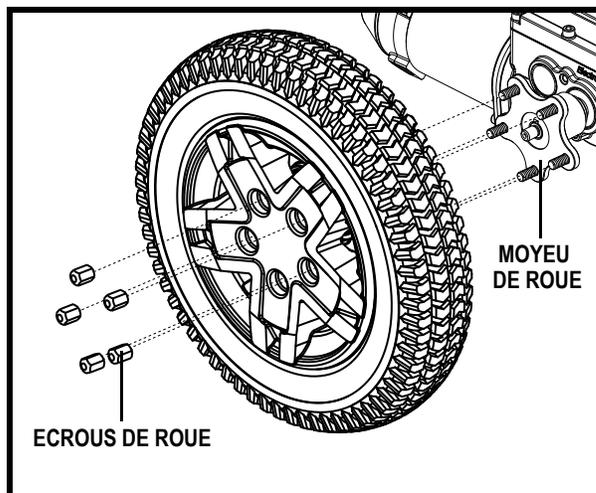

Figure 22. Roue motrice Q6 Edge HD
4. Retirez les cinq (5) écrous de roue du moyeu. **Voir la figure 22.**